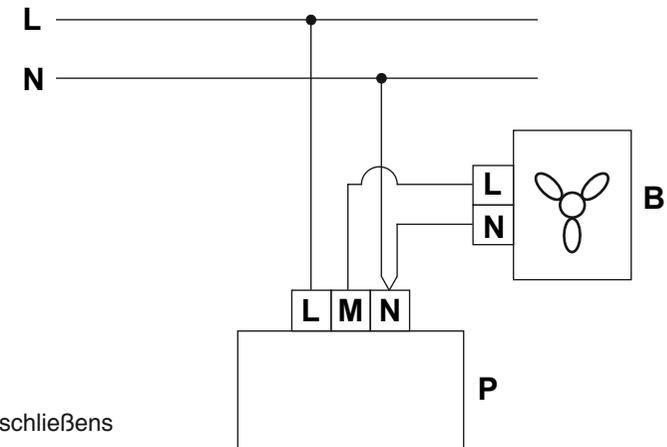

Abb.3 Schema des Anschließens des Reglers
- die Anschlussdrähte entsprechend des Anschlussschemas (Abb.3) und dem Aufkleber an der Klemmleiste, zum Klemmkasten, der sich an der Reglerplatte befindet, angeschlossen,